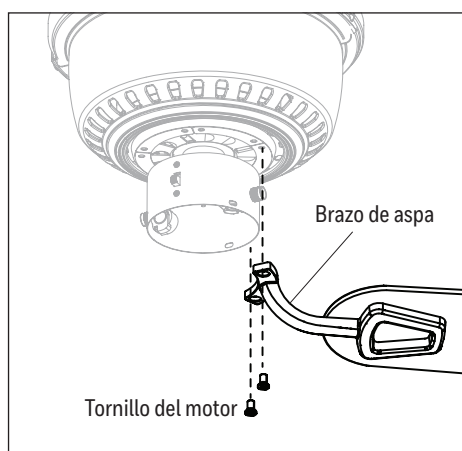

Figure 4.5
- Instale el brazo del asa en el lado inferior del ensamblaje del motor, usando los tornillos del motor que retiró previamente. Asegurar completamente cada brazo para las aspas antes de proceder con el siguiente (Figure 4.5).